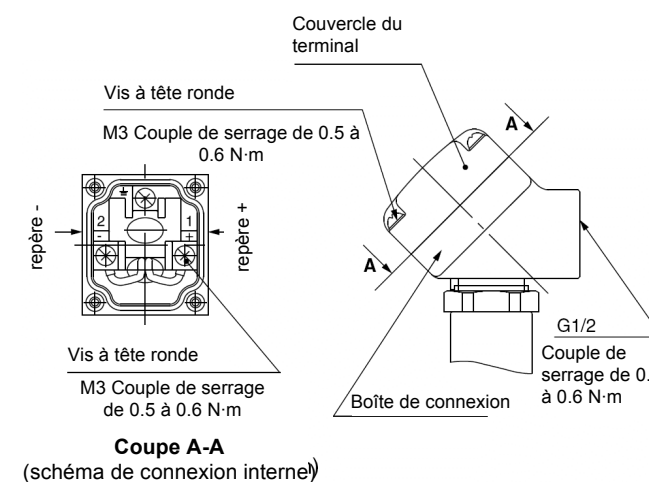

Figure 14
- Réalisez les connexions en respectant les repères indiqués en Figure 14.
- Serrez les vis et les raccords au couple recommandé sur la Figure 14.